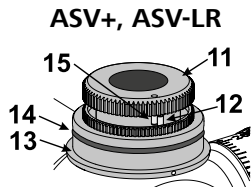

图5
- カム部 (11) をロックから持ち上げて適切に装着して、カム部 (11) のストップピン (15) が固定リング (13) のストップピン (12) に図 5 に表示されている通りに密着するようにします。